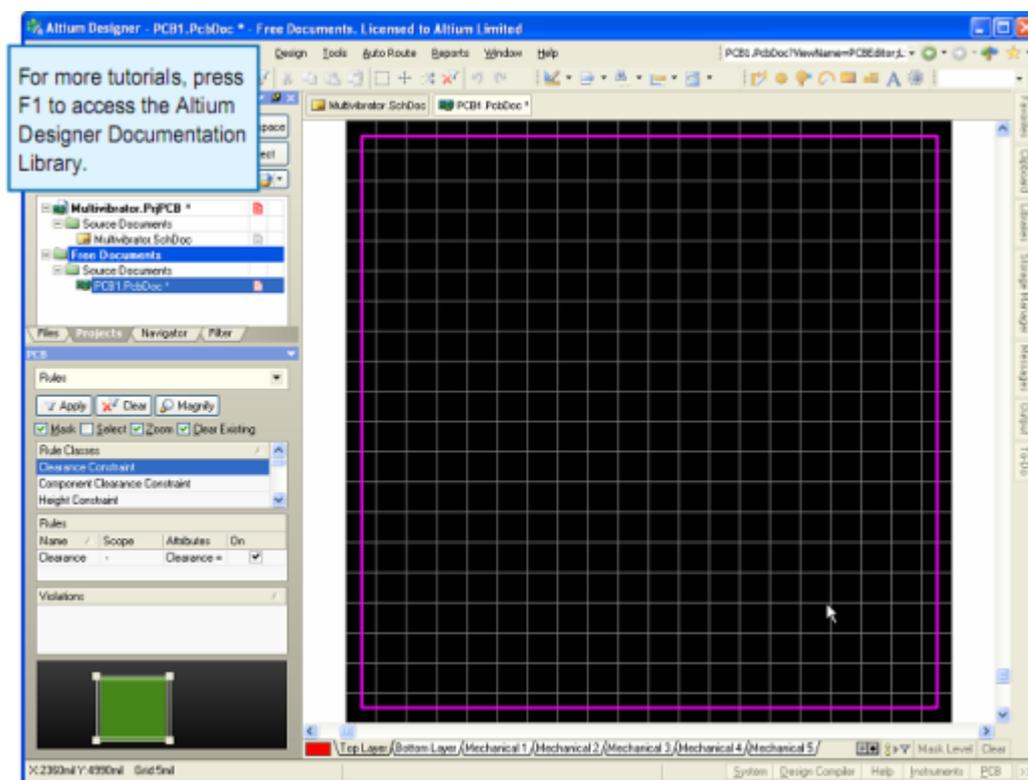

图 6-13 PCB 文件
11. PCB 文件显示出一个预设大小的白色图纸和一个空板(黑色为底, 带栅格), 如图 6-13 所示。如果需要关闭, 选择 Design>>Board Options, 并在板设置对话框中取消选择 Display Sheet。用户可以用 Altium Designer 的其它 PCB 模板来添加边界, 栅格参考和标题。